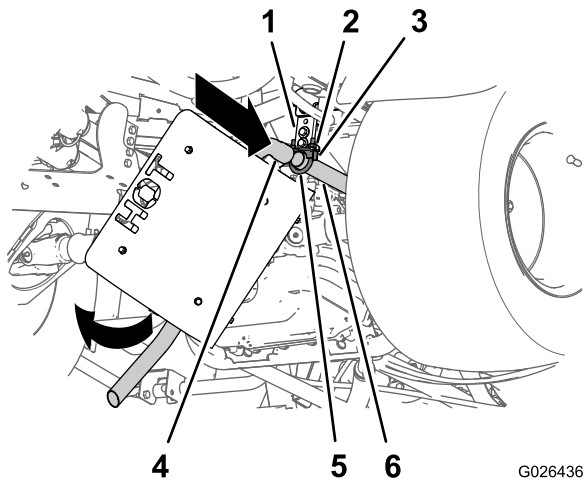
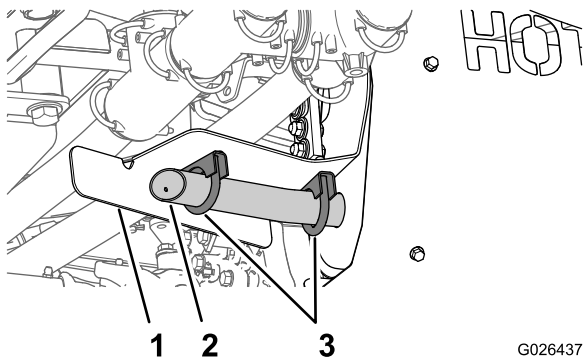

Figura 13
Figura 14
1. Alinhe o tubo de entrada da panela de escape com a extremidade aberta do tubo de escape (Figura 13).
3. Rode a panela de escape para cima até que o tubo de escape da panela esteja alinhado com o suporte do tubo de escape (Figura 13 e Figura 14).
4. Coloque o tubo de escape no suporte do tubo de escape com 2 grampos da panela de escape (1-1/4 pol.) conforme indicado na Figura 14.
5. Aperte as porcas para os grampos da panela de escape para o tubo de escape e o tubo de entrada da panela de escape (Figura 13), o tubo de escape e o suporte do tubo de escape (Figura 14) e o suporte da panela de escape e o tubo de apoio do depósito (Figura 12) com uma força de 1978 a 2542 N-cm.